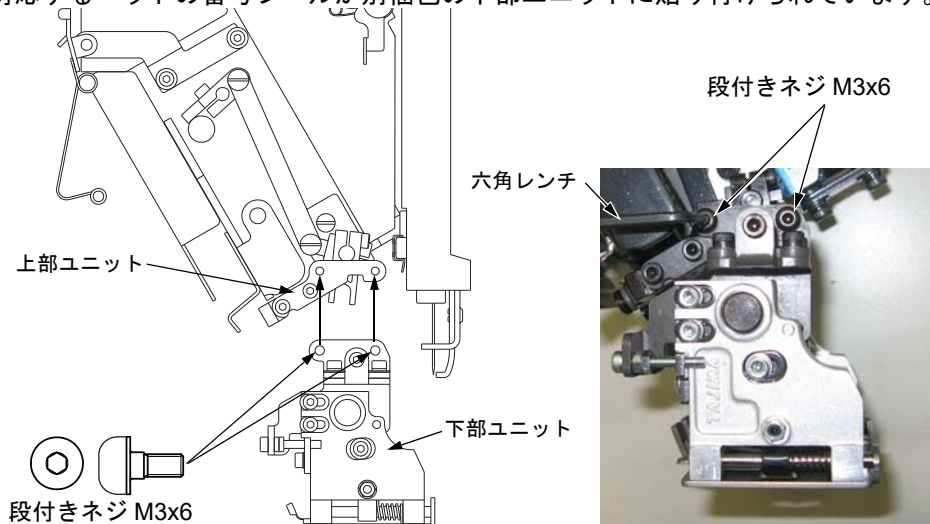

図1
- (1)** 図1のように、別梱包されている下部ユニットを同じく別梱包されている段付きネジを使用して上部ユニットに取り付けます。取り付けネジはシークイン1ユニットに4個あります。